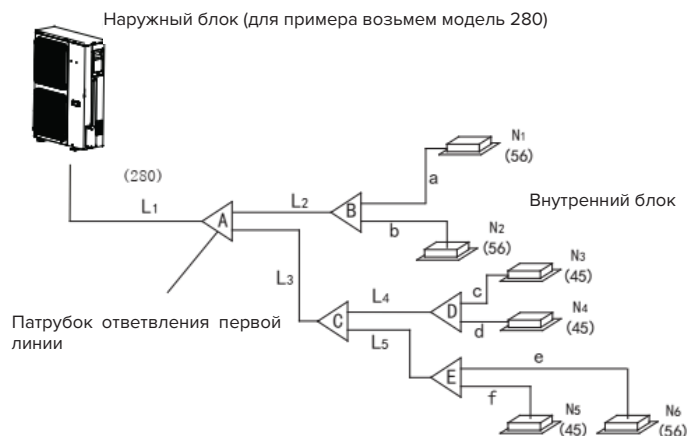

Рис. 4-5
- 2) Пример 1: На рис.4-5, Внутренние блоки ниже по потоку L2, общая мощность которых составляет $45 \times 2 = 90$, согласно таблице 4.4, диаметр газовой/жидкостной линии L2 составляет: $\varnothing 15,9/\varnothing 9,5$.